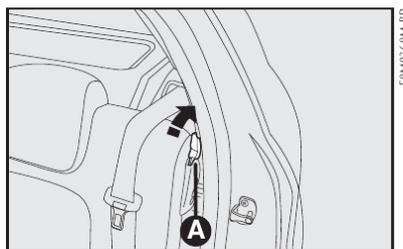

fig. 107
4) Desencaixar o encosto, movendo as alavancas laterais **A-fig. 107** no sentido da seta.
Para isso, destravar a alavanca da direita ou da esquerda **A-fig. 107** e rebater para a frente o encosto até obter uma única superfície de carga.